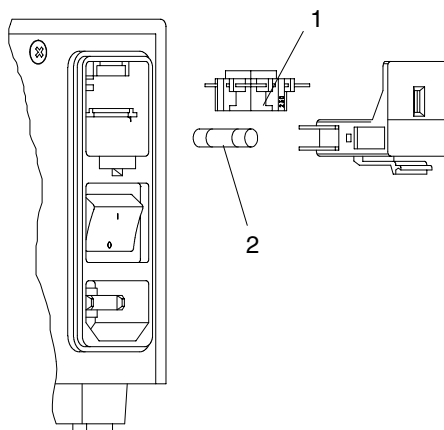

Abb. 5/1 fig. 5/1 fig. 5/1
5.1.2 Anschluss des Start-signalkabels (Abb. 5/2)